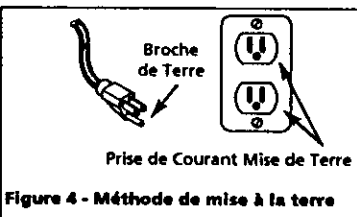

Figure 4 - Méthode de mise à la terre
- Ce produit est conçu pour l'utilisation d'un circuit de 120 volts et a une fiche de mise à la terre comme celle indiquée sur la Fig. 4. S'assurer que le modèle soit branché à une prise de courant qui a la même configuration que la fiche. Ce produit doit être mis à la terre. Dans l'événement d'un court-circuit, la mise à la terre diminue le risque de secousse électrique en fournissant un fil d'échappement pour le courant